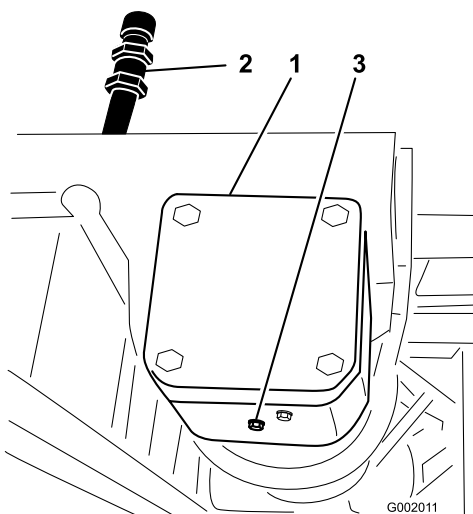

Figure 73
2. Placez un bac de vidange sous le bouchon de vidange du boîtier d'engrenages (Figure 73).
3. Retirez les bouchons de remplissage et de vidange (Figure 73) pour permettre à l'huile de s'écouler dans le bac.